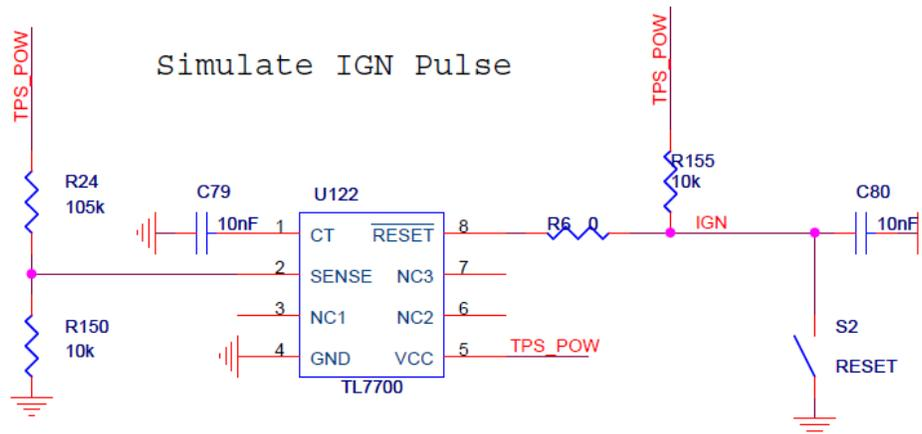

图 2. 电路上以仿真 IGN 脉冲
- 在控制卡中，以下的电路被添加以仿真一个点火脉冲。TPS65381 的 IGN 输入应该在电源（图 2 中的 VBAT，TPS_POW）达到 5.8V 前应该保持低电平。否则，您必须再次接通 IGN 脉冲以使 TPS65381 正常工作。在 IGN 引脚上有内部延迟和去毛刺脉冲。然而，如果电源斜升极低（从 0V 至 5.8V 的 300ms 上升时间），这个内部延迟不够长，而需要一个启动复位电路（请见图 2）。否则，NRST 会在 VBAT 达到 5.8V 前被释放，而且会导致一个 TPS65381 内置自检 (BIST) 故障。为了使其简化，如果以下情况发生时，这个电路可被拆除：
在两个情况下，MCU 用与图 2 中显示的时间戳来处理安全装置。它在开窗口的中间提供 3 个开窗口安全装置响应，并在关闭的窗口启动后 5ms 提供第四个响应。正如《安全应用数据表内用于微控制器的 TPS65381-Q1 多轨电源》(SLVSBC4) 中提到的那样，“在这个最终正确的 SPI WD 令牌响应后，下一个令牌将在 1 个系统时钟周期 (典型值 250ns) 内生成，这之后，下一个 WD 开窗口 (问答 + 1) 启动”。因此，当第四个响应被提供时，MCU 和 TPS65381 安全装置被同步。